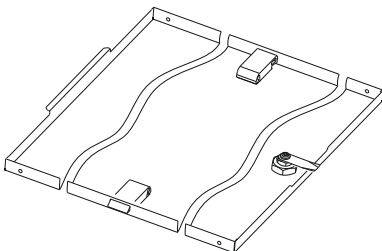

Рисунок 23
16.2 Вставьте в отверстие Панели боковой замок, предварительно скрутив с него гайку. Закрепите замок на боковой панели гайкой (рисунок 23). Это положение – «Закрото».